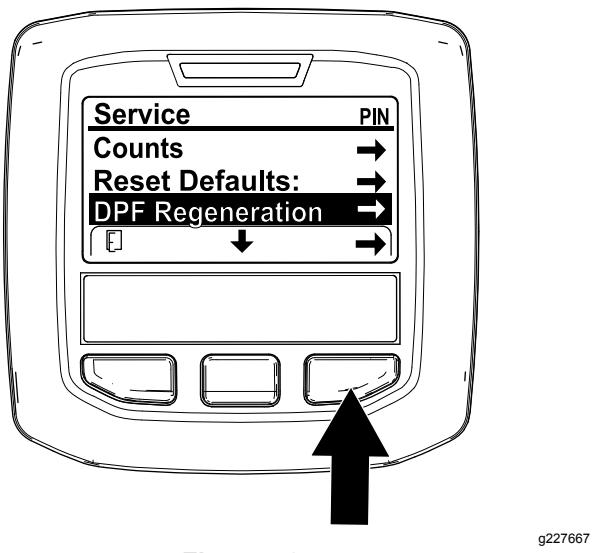

Figure 42
- Dans le menu Entretien, utilisez le bouton central pour naviguer jusqu'à l'option DPF REGENERATION (régénération du FAP) (Figure 42).
- Appuyez sur le bouton droit pour sélectionner l'option DPF Regeneration (Figure 42).